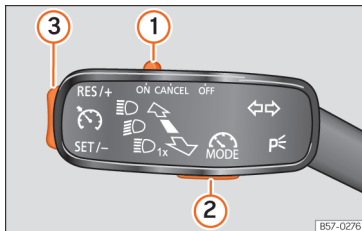
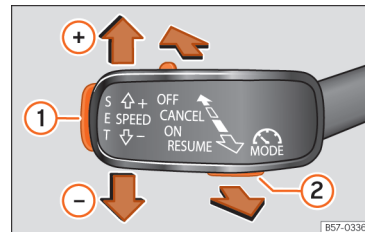

Abb. 225 Am Blinkerhebel: Tasten zur Bedienung des Geschwindigkeitsbegrenzers.
Abb. 226 Links an der Lenksäule: Tasten zur Bedienung des Geschwindigkeitsbegrenzers.
Zum Wechseln zwischen den Fahrerassistenzsystemen die Taste » » **Abb. 225 ②** oder » » **Abb. 226 ②** drücken und anschließend mit dem Rädchen rechts im Multifunktionslenkrad im Menü Kombi-Instrument wählen und durch Drücken des Rädchens bestätigen.
- Schieben Sie den Schalter » Abb. 225 ① auf die Position **ON** und drücken Sie die Taste ②.
- Drücken Sie während der Fahrt die Taste » Abb. 225 ③ im Bereich **SET/-**.
Die Geschwindigkeit kann mit der Taste » Abb. 225 ③ eingestellt werden:
- Schieben Sie den Schalter » Abb. 225 ① auf die Position **OFF**.
Wenn Sie den Geschwindigkeitsbegrenzer – beispielsweise zum Überholen – vorübergehend deaktivieren möchten, schieben Sie den Schalter » Abb. 225 ① auf die Position **CANCEL** oder drücken Sie die Taste ②.
Nach dem Überholmanöver kann der Geschwindigkeitsbegrenzer wieder mit der zuvor gespeicherten Geschwindigkeit aktiviert werden, indem die Taste » Abb. 225 ③ im Bereich **RES/+** gedrückt wird.
- Bewegen Sie den Hebel zum Lenkrad auf die Position **ON** und drücken Sie die Taste » Abb. 226 ②.
- Drücken Sie während der Fahrt die Taste **SET** »» **Abb. 226 ①**.
- Drücken Sie die Taste **SET** »» **Abb. 226 ①**, um die Geschwindigkeit in kleinen Schritten von 1 km/h (1 mph) zu reduzieren.
Wenn Sie den Geschwindigkeitsbegrenzer – beispielsweise zum Überholen – vorübergehend deaktivieren möchten, schieben Sie den Hebel in Stellung **CANCEL** oder drücken Sie die Taste »» **Abb. 226 ②**.